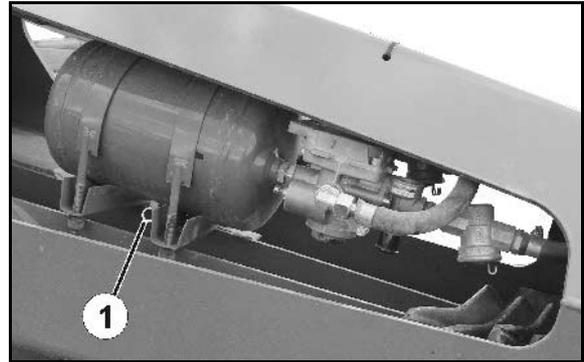

Рис. 72
1. Возьмите за кольцо и тяните водоотводный клапан (Рис. 72/1) вбок до тех пор, пока из ресивера не перестанет течь вода.